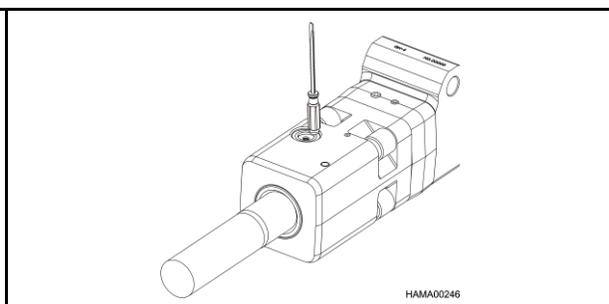

Figura 5
- b. Con el mango del destornillador, presione el resto del anillo hacia la ranura. Consulte la Figura 5.